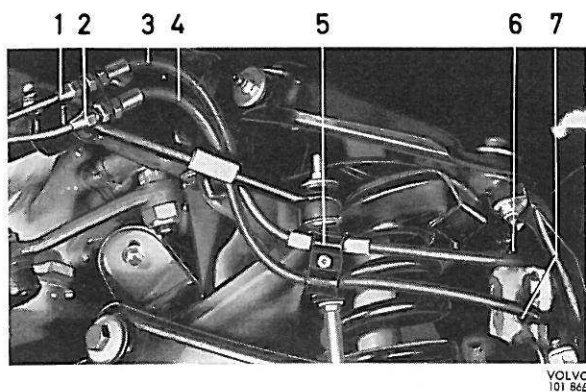

Figure 21. Installation des flexibles des freins avant
3. Démontez l'attache (5, figure 21). Déconnecter le raccord (2) et démonter le flexible inférieur (4) de son support. Mettre des capots de protection aux canalisations de freins afin d'éviter des fuites inutiles. Déconnecter le raccord (6) du flexible supérieur de frein.
2. Remonter les flexibles de freins et leurs raccords, ainsi que les attaches comme le montre la figure 21. Ces flexibles doivent être installés de manière à éviter toute tension nuisible et à décharger complètement les triangles de commande.